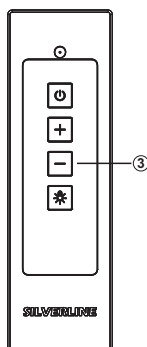

Abb. 16
2. ➔ Drücken Sie über Fernbedienung die Taste (-) die Tasten (Abb. 16).